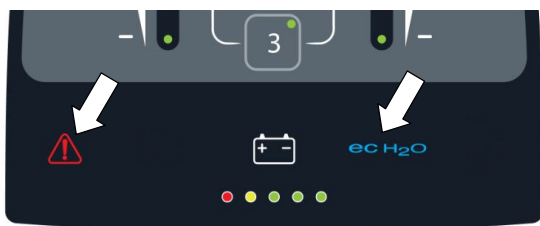

ABB. 45
7. Wenn ein Maschinenfehler während des Betriebs erkannt wird, leuchtet die Service- Anzeige auf und beginnt zu blinken (Abbildung 45). Siehe SERVICEANZEIGECODES.